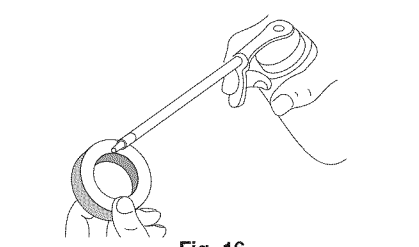

Fig. 16
4. Aplique suficiente aceite limpio SAE 30 para recubrir ligeramente el filtro (Fig. 16).